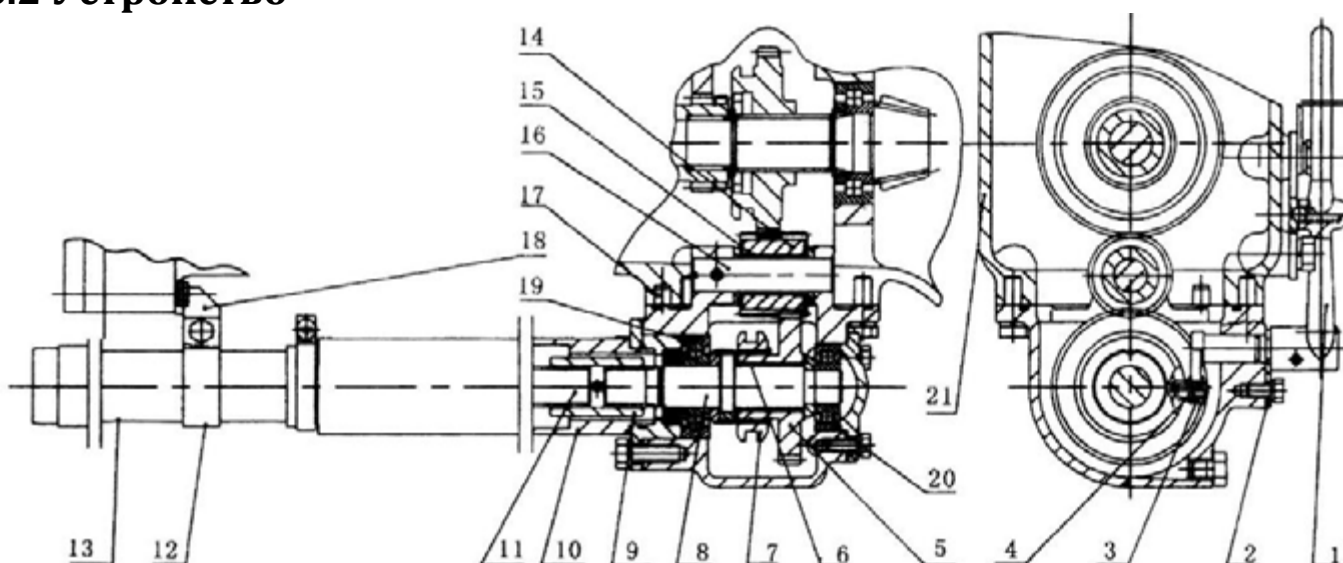

Рис. 8.1 Раздаточная коробка передач
Раздаточная коробка передач (см. Рис. 8.1) представляет собой механизм передачи крутящего момента от коробки передач трактора на соединительный вал привода переднего моста (11), который соединяет выходной вал раздаточной коробки (8) с ведущей вал-шестерней переднего моста.